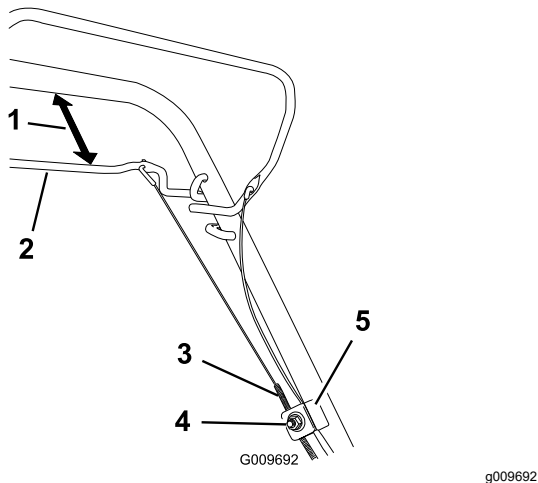

Figura 22
1. Desaperte porca de suporte do cabo (Figura 22).
2. Segure a barra da transmissão autopropulsora 25 a 38 mm do manípulo (Figura 22).
3. Puxe o invólucro do cabo (para máquina) até não haver folga no cabo (Figura 22).